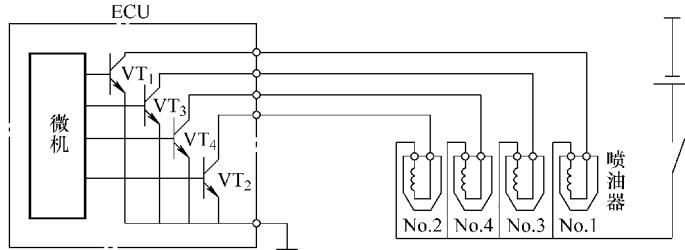

图 5-8 顺序喷射控制电路图
(2) 顺序喷射 顺序喷射也叫独立喷射, 曲轴每转两转, 各缸喷油器都轮流喷射一次, 并且按照特定的顺序依次进行喷射, 如图 5-8 所示。